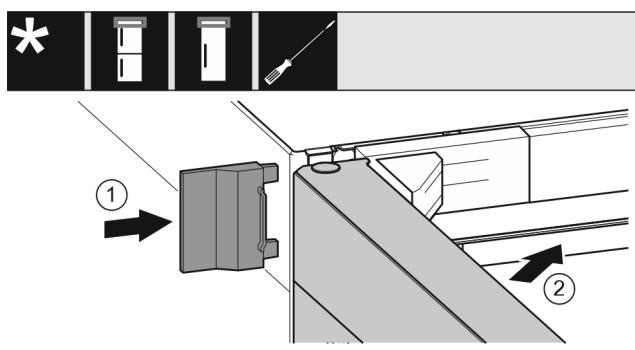

Fig. 25
- Нахлuzете външния капак Fig. 25 (1).
- Затворете горната врата Fig. 25 (2).